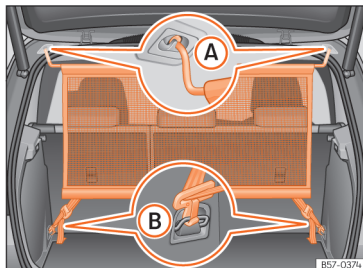

Fig. 173 Rede de separação montada.
• Engate a rede de separação do alojamento esquerdo do teto »» **Fig. 173 (A)**. Certifique-se de puxar a haste transversal para baixo além da posição superior.
• Engate a rede de separação no alojamento direito do teto, comprimindo a vareta transversal »» **Fig. 173 (A)**.
• Engate os dois ganchos da rede de separação nas argolas de fixação da bagageira »» **Fig. 173 (B)** e tensione bem os cintos de fixação.